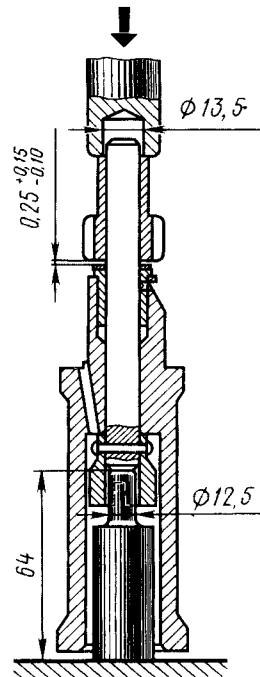

Рис. 77. Напрессовка шестерни на валик распределителя
- напрессовать шестерню на валик до совпадения отверстия под штифт в шестерне и валике (рис. 77);